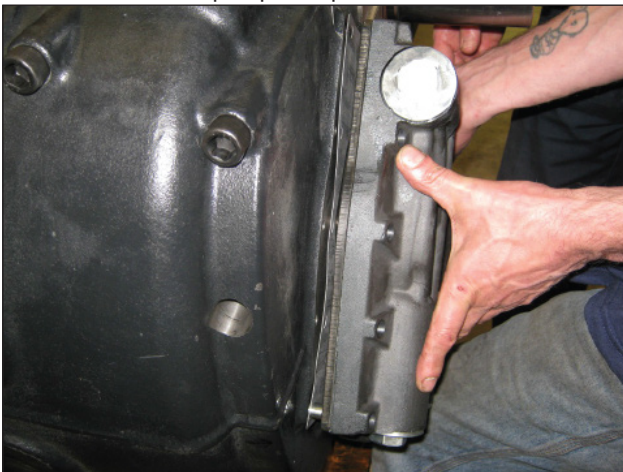

Abb. 127
Schrauben Sie den Ölpumpenkörper mit den Schrauben M8 fest (Pos. ①, Abb. 127) und eichen Sie die Schrauben mit einem Drehmomentschlüssel, wie in Absatz 3 gezeigt.